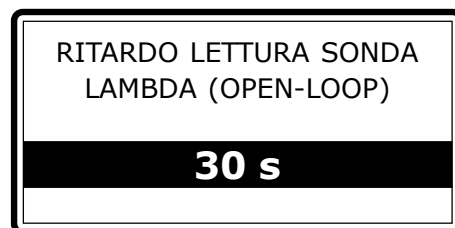

Fig. 29
- dal momento che si è avviato il motore, verificare quanto tempo impiega la tensione a passare da fissa a 0,8 V ad oscillante tra 0,2 V a 0,8 V. Questo sarà il tempo che dovrà essere inserito nel **"RITARDO LETTURA SONDA LAMBDA"** (Fig. 29) aumentato di qualche secondo.